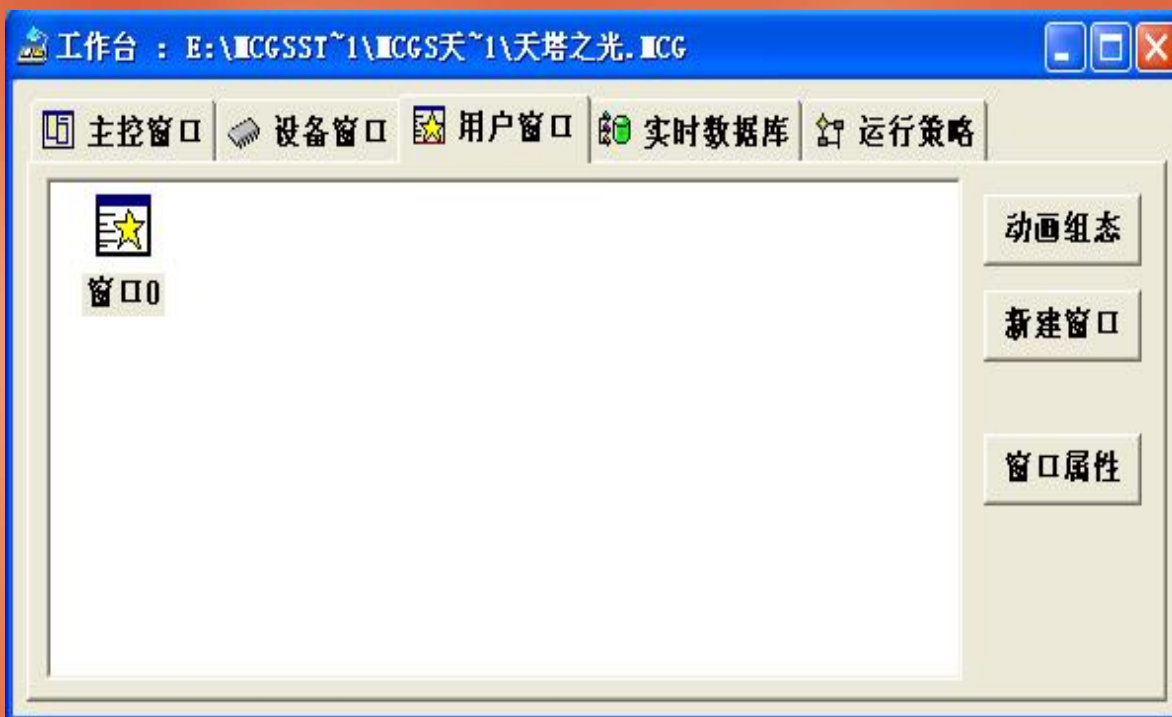
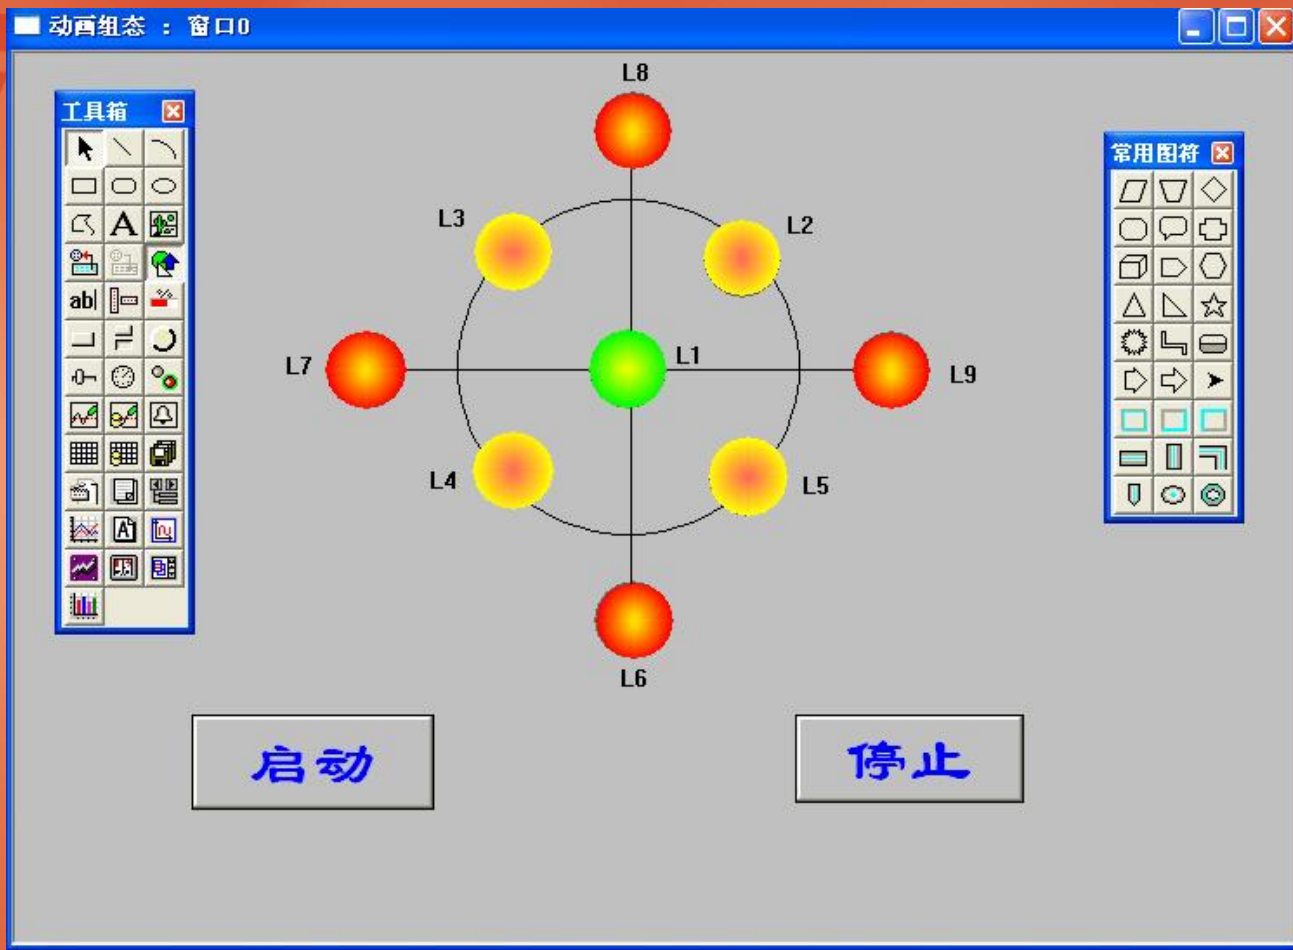

图15 天塔之光实例工作台窗口
图16 天塔之光实例监控界面
- ◆ 第一步，在图15的工作台窗口中单击”用户窗口”标签,然后双击”窗口0”图标,或是单击选中图标单击”动画组态”按钮,进入”动画组态窗口”,利用”工具箱”可以放置各种所需构件,组态出的监控界面如图16所示: